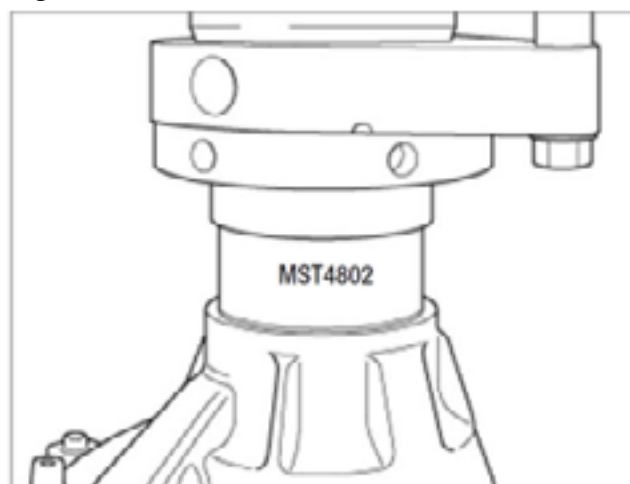

Fig. 2.17
5. Prenda firmemente a capa do rolamento externo do pinhão em seu alojamento na caixa do diferencial. Aplique uma carga de prensa de 6 a 8 toneladas, usando uma ferramenta (MST4802), que tem o mesmo tamanho da capa externa (Fig. 2.17).